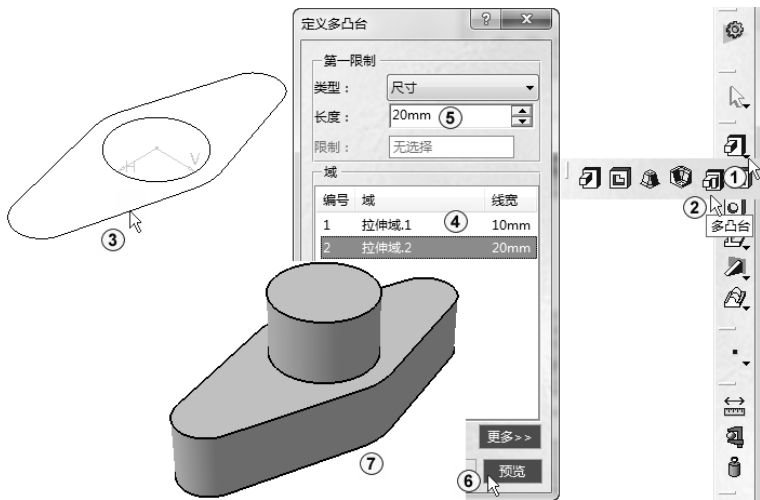

图 2-35 多重拉伸
用于“多凸台”的草图必须是封闭轮廓，且不能相交。单击屏幕右侧“凸台”按钮右下角的倒三角形，单击“多凸台”按钮，如图 2-35 中①②所示。系统弹出“定义多凸台”对话框，在工作区选择“草图.1”作为多凸台拉伸草图，选择草图后在“域”选项组中有两个“拉伸域”，选中“拉伸域.1”在“第一限制”选项组的“长度”文本框中输入 10；选中“拉伸域.2”后在“第一限制”选项组的“长度”文本框中输入 20；单击“预览”按钮，可以预览多重拉伸的效果，如图 2-35 中③~⑥所示。单击“确定”按钮，结果如图 2-35 中⑦所示。